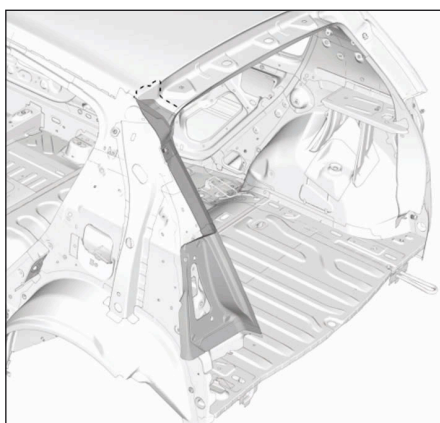

FIG.80
- Respecter la ligne de coupe (Fig.80).